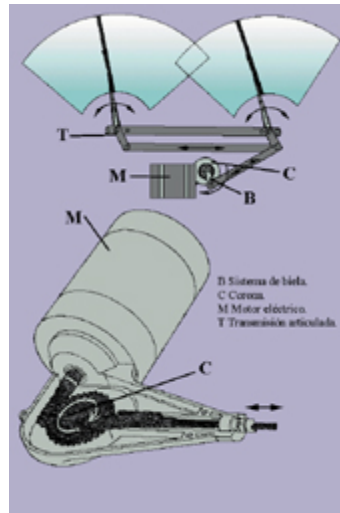

Fig. 38
- Limpiaparabrisas (**fig. 38**). Los limpiaparabrisas llevan un motor eléctrico (**M**) pequeño. Éste hace girar una corona (**C**) que, por medio de un sistema de biela (**B**), convierte el movimiento de rotación del motor en el vaivén, preciso para que funcionen las escobillas. Además del interruptor correspondiente, en el tablero de mando, lleva otro unido a la corona. Cuando se desconecta el limpiaparabrisas, éste continúa funcionando hasta que llega a su posición de reposo. Algunos tienen una segunda velocidad que se emplea con lluvia intensa o cuando se circula muy deprisa.